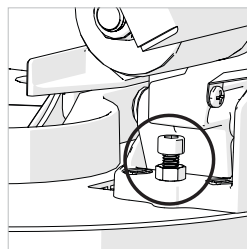

Fig. 22
- Afloje ligeramente la contratuerca del tornillo de ajuste del tope del bisel de 0°. (**Fig. 22**)